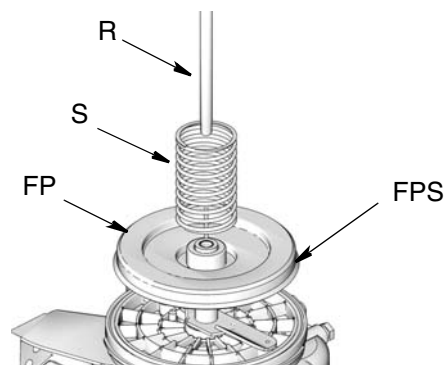

ABB. 4
- a. Prüfen Sie, ob die folgenden Teile zusammen mit dem Speicherbehälter entfernt wurden (ABB. 4):
- Feder (S)
- Folgeplatte (FP)
- Stange (R)